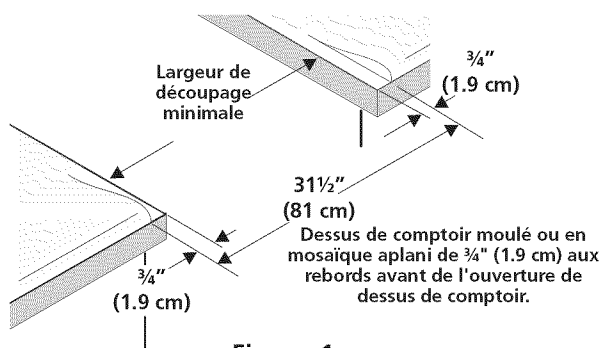

Figure 1
- Les dessus de comptoir au **rebord avant moulé** doivent être aplanis de $\frac{3}{4}$ " (1.9 cm) à chaque coin avant de l'ouverture (Figure 1).
- Il est possible qu'il soit nécessaire d'aser de $\frac{3}{4}$ " (1.9 cm) les dessus de **comptoir en mosaïque** à chaque coin avant et/ou d'aplanir le rebord arrondi (Figure 1).